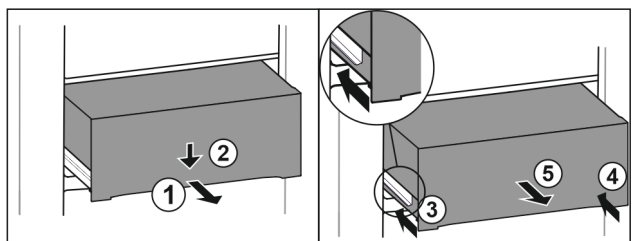

Fig. 173
- Predal izvlecite do polovice. Fig. 173 (1)
- Predal na sprednji strani potisnite navzdol. Fig. 173 (2)
- Levo vodilo potisnite približno 2 cm noter. Fig. 173 (3)
- Desno vodilo potisnite približno 2 cm noter. Fig. 173 (4)
- Predal vzemite ven v smeri naprej. Fig. 173 (5)